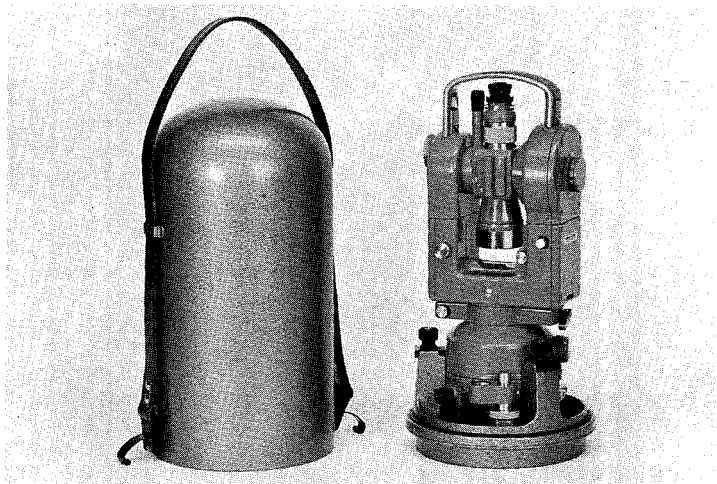

図4：ウィルドT2と金属製ケース
3.1.5 ケース（図4）
4.2 T 2 の開梱と据え付け (図4)